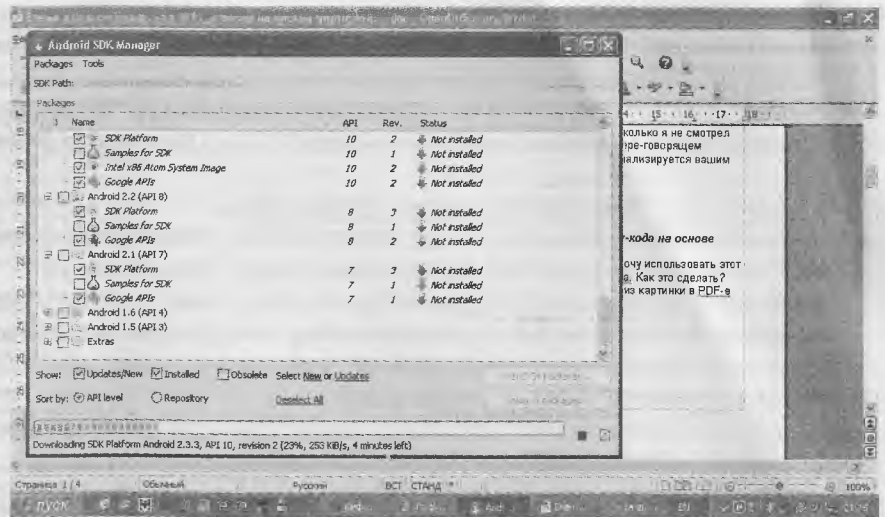

Рис. 9. Установленные SDK в Android SDK Manager
– Здравствуйте. Для того, чтобы IDE среда подключила классы *BlueTooch* к вашему проекту и увидела их, необходимо на вкладке “*Project/Options/Uses Permission*” поставить две галочки для использования *BlueTooch*. Настройки IDE у нас следующие (см. рис. 8). Насчет версий JAVA не проверяли, инсталлятор XE5 скачан по указанной в материале официальной ссылке, единственно что – вручную обновили* NDK (см. рис. 9) в корне диска “*C:*”.